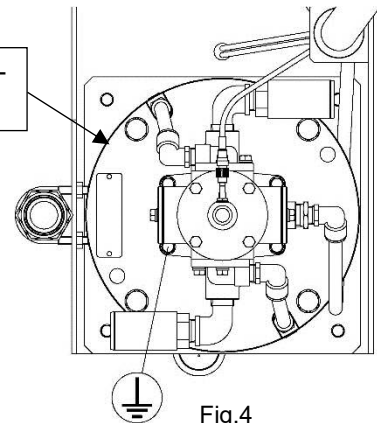

Fig.4
- ポンプを設置するときには必ず指定箇所からアースを設置してください。（ラベルあり）指定箇所はFig.4を参照してください。